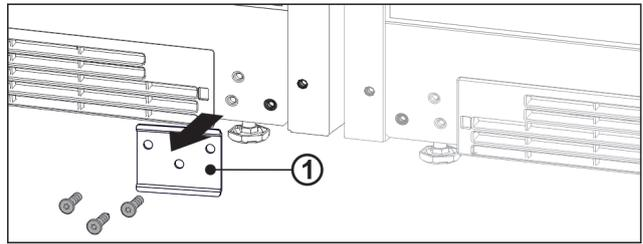

Fig. 13
- ▶ 如果安装了金属片 Fig. 13 (1)，则拧下金属片。